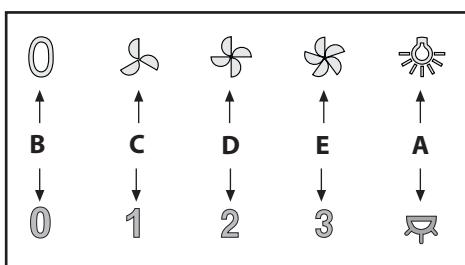

Fig.10
• **Betjeningsenhed (Fig.10)** mekaniske er følgende tegnforklaring gældende: